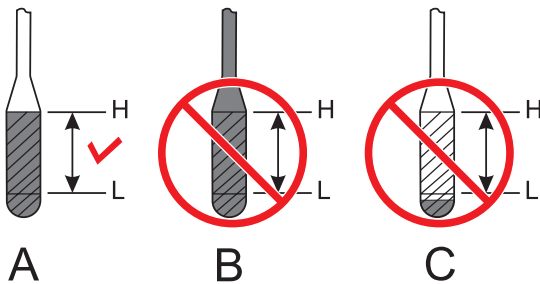

Figure 26. Jauge d'huile moteur
3. Réinsérez la jauge, puis retirez la jauge de son support. Vérifiez le niveau d'huile indiqué sur la jauge (Figure 26).